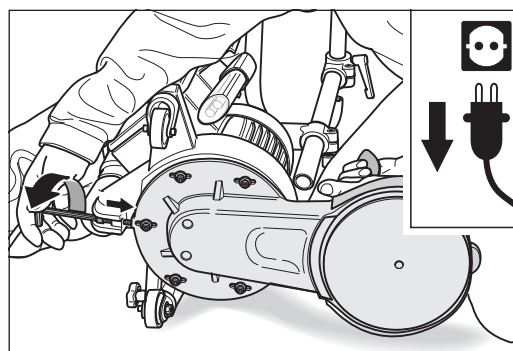

Abb. 65 Die Riemenspannschraube soweit einschrauben, bis sie am Vorsatz anliegt.
- 7 Lassen Sie den Vorsatz wieder los und drehen Sie mit dem entsprechenden Innensechskantschlüssel die Riemenspannschraube soweit nach vorne, bis sie am Vorsatz anliegt (Abb. 65).